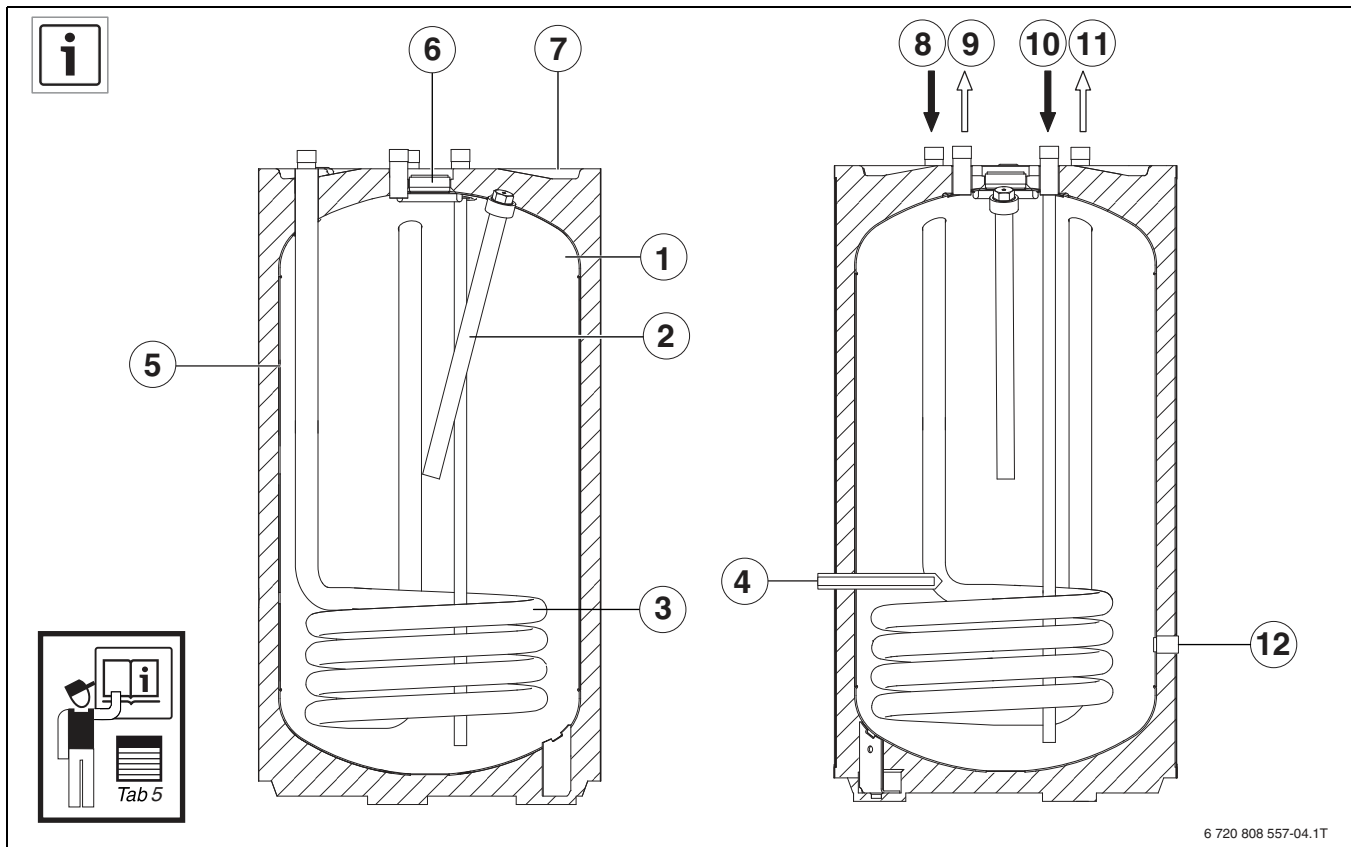

Fig. 3
- Чтобы не возникла коррозия, высушите бак внутри и оставьте открытым смотровой люк (→ рис. 3 [6], стр. 52).
- Откройте сливной кран (дополнительная комплектация) (→ рис. 3 [12], стр. 52).